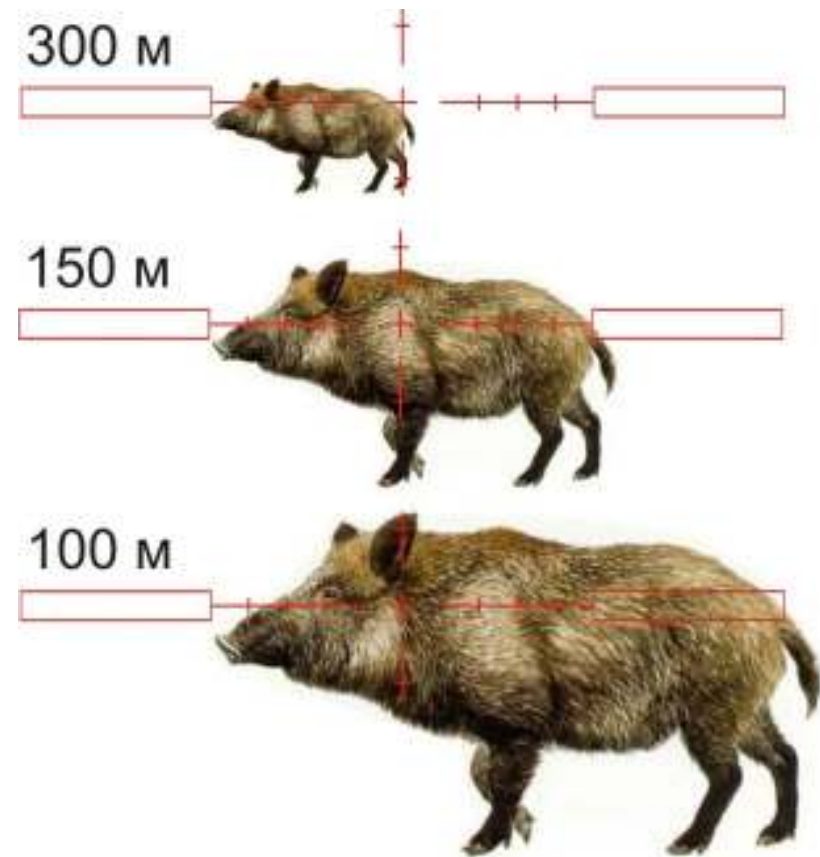

Рисунок 7 – Определение расстояния до цели по сетке «Mil-Dot»
2) Поместите перекрестье прицела так, чтобы одна сторона цели по высоте оказалась на риске «Mil-Dot» (см. рис. 7).
На рис. 7 представлен пример оценки расстояния для прибора «Dedal-490 (100)» с увеличением 4× до кабана (трофейной длины 1,5 м) по сетке «Mil-Dot» (5, 10 и 15 делений соответственно).